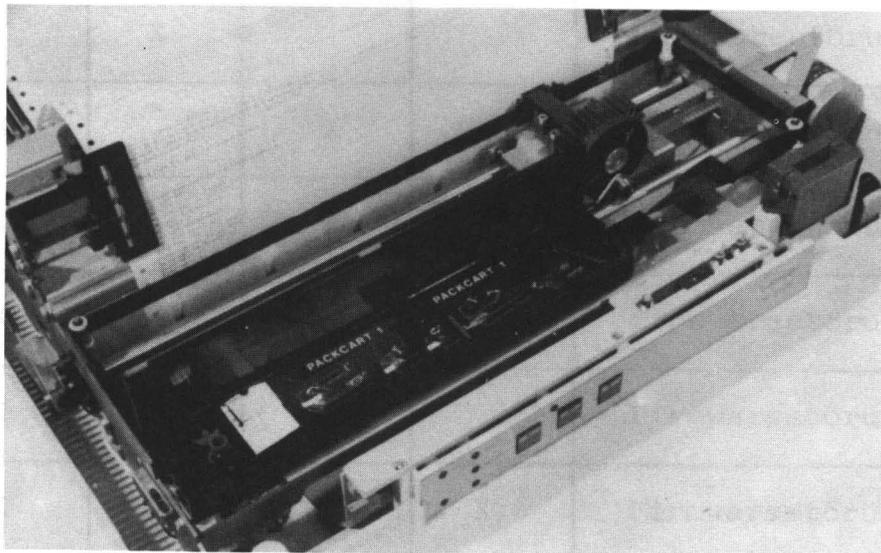

Abb.: 9
- * Farbband um die Führungsrollen leiten (Abb.: 9).